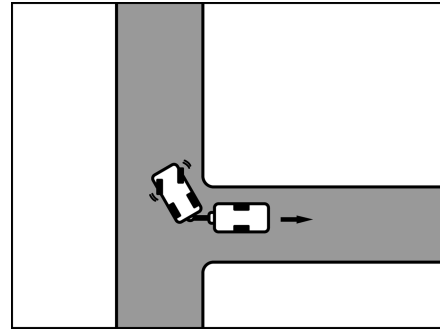

Bild 13 Rechts einschlagen
- Nach rechts einschlagen und vorsichtig rückwärts fahren (Bild 13).